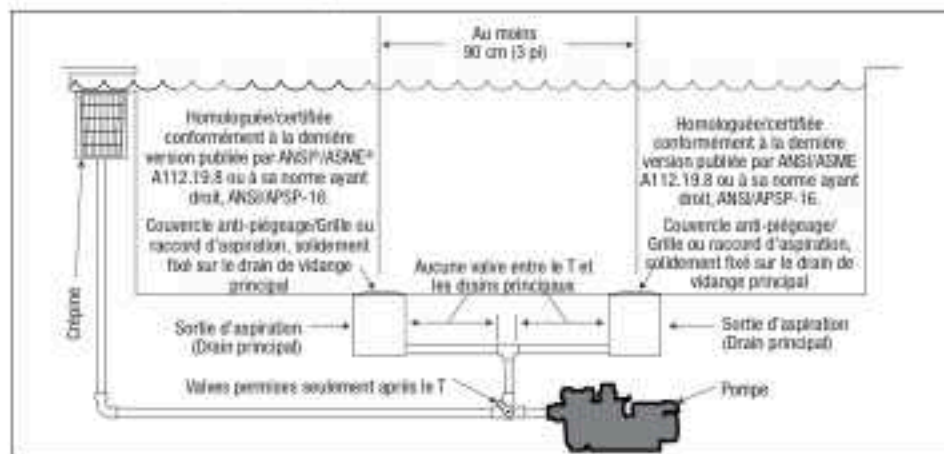

Figure 4. Nombre de prises d'aspiration par pompe
Nombre de prises d'aspiration par pompe : fournir aux moins deux (2) prises d'aspiration hydrauliquement équilibrées avec les couvercles, comme prises d'aspiration pour chaque conduite d'aspiration de pompe. Les centres des prises d'aspiration sur n'importe quelle conduite d'aspiration doivent être à au moins 90 cm (3 pi) de distance, centre à centre. Se reporter à la Figure 4.
Le système doit être construit pour fournir au moins deux (2) prises d'aspiration (drains) raccordées à la pompe lorsqu'elle fonctionne. Cependant, si deux (2) prises d'aspiration deviennent une seule conduite d'aspiration, celle-ci peut être dotée d'une valve qui arrête les deux prises d'aspiration de la pompe. Le système sera construit de manière à ne pas permettre un emboîtement séparé ou indépendant, ni l'isolation de chaque drain. Se reporter à la Figure 4.